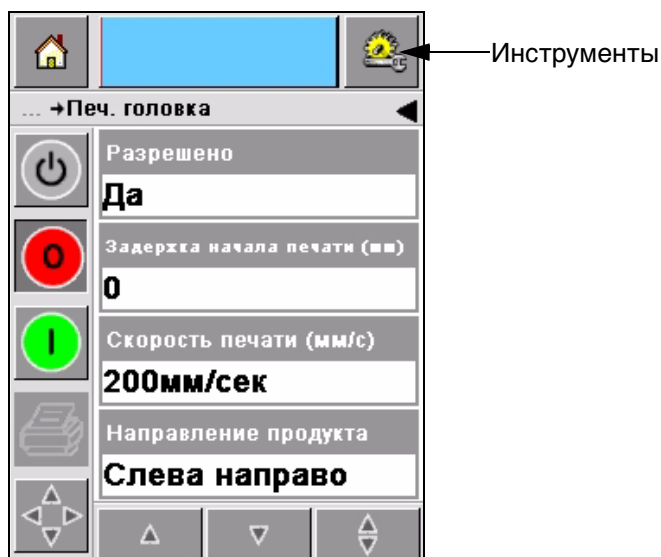

Рисунок 5-14: Экран настройки печатающей головки
- 1 Перейти к *Tools (Инструменты)* > *Setup (Настройки)* > *Printhead (Печатающая головка)* на *Домашней странице*. Появится страница настройки печатающей головки (Рисунок 5-14).